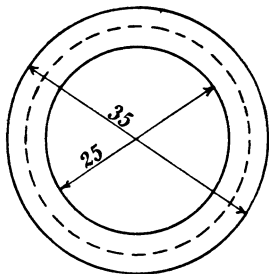

Fig. 47.
- 160.** Ein schmiedeeiserner Ring mit 25 cm innerem und 35 cm äußerem Durchmesser (Querschnitt quadratisch) ist mit 500 [400] (1000) Windungen versehen, durch welche ein Strom von 4,5 [5,6] (2,25) A fließt. Wieviel Kraftlinien gehen durch den Ring? (Fig. 47.)